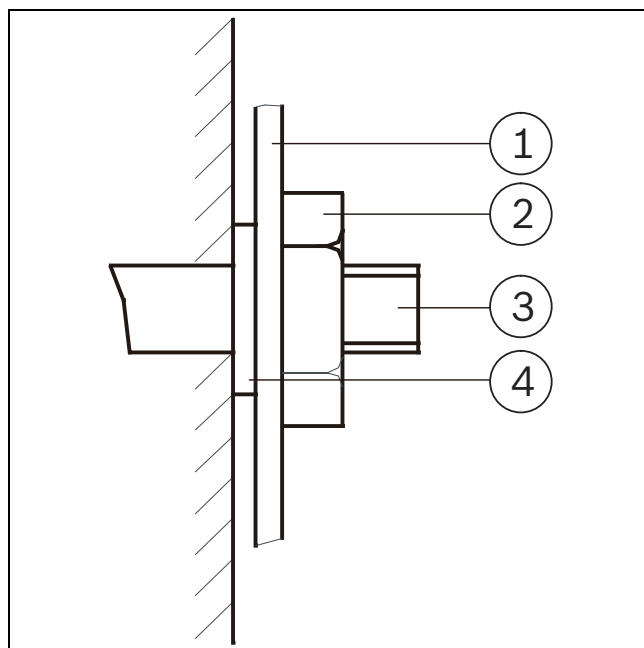

Fig. 5
- Según la Fig 5, determine la ubicación de los tornillos. Perfore cuatro agujeros de (Ø) 8mm de diametro, luego inserte los tornillos de expansión de Ø 6mm en los agujeros.